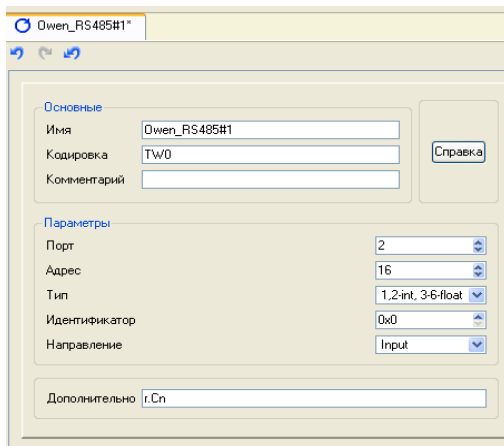

Рисунок 4.1 – Вікно налаштування компонента *Owen\_RS485*
2) Створіть та налаштуйте в шарі *Источники/Приемники* групу *PLC*, а в ній – підгрупу *OwenRS485\_Group* з компонентами *Owen\_RS485*. Спочатку відредагуйте один компонент. Для цього подвійним кліком миші відкрийте бланк налаштування компонента *Owen\_RS485*. Відкриється віконна форма, яка зображена на рис. 4.1. Поля в розділі *Основные* можна залишити без змін. У розділі *Параметры* вкажіть